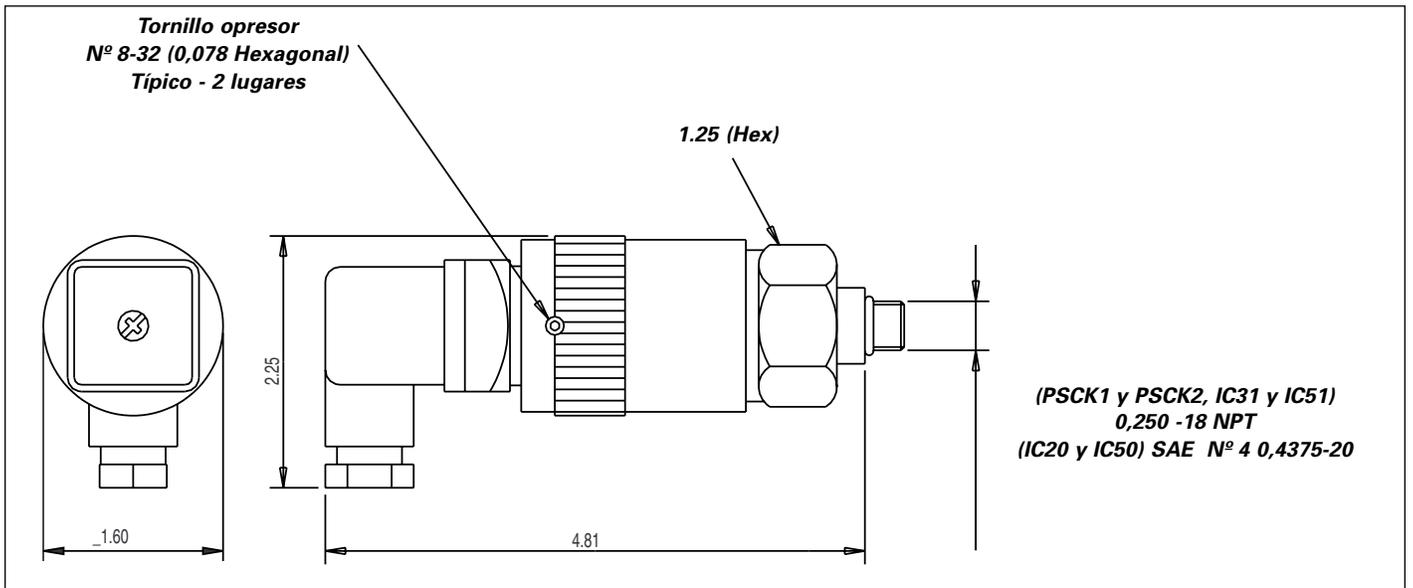

Figura 1
1. Para ajustar la configuración de presión, afloje primero los tornillos de fijación en el manguito de ajuste. (Consulte la Figura 1.) Afiance la parte hexagonal con una llave inglesa abierta. Con la mano, gire el manguito de ajuste hacia la derecha para aumentar el punto de fijo, y hacia la izquierda para disminuirlo.